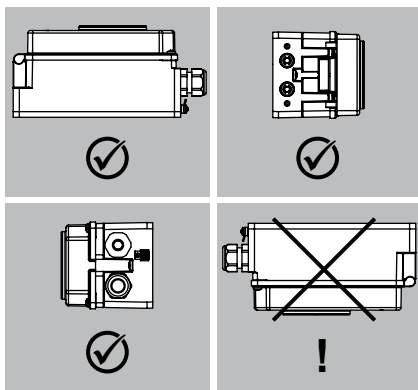

Fig. 4 : Positions de montage admissibles
- Respecter la position de montage (cf. Fig. 4).